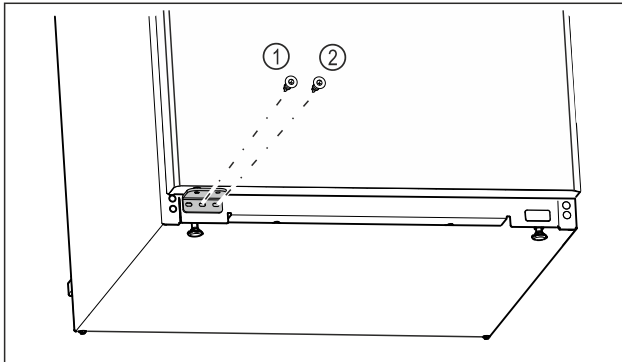

Fig. 25
- Keerake laagripuki keskmine kruvi Fig. 25 (1) kruvikeerajaga Torx 20 kinni.
- Keerake laagripuki sisemine kruvi Fig. 25 (2) kruvikeerajaga Torx 20 kinni.